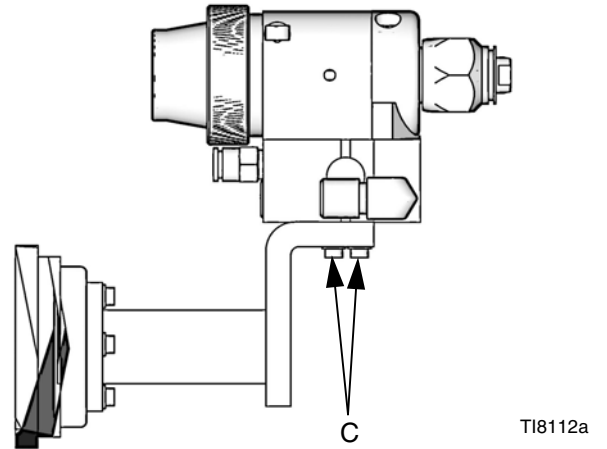

图 4: 固定支持件安装
要将喷枪安装到固定支持件上 (参见图 4 和第 28 页的安装孔布局)：
3. 在喷枪气缸供气管路的空气调节器下游安装一个放气型空气截止阀，以便切断喷枪气缸的供气。将供气管路连接到喷枪气缸的进气口 (C)。参见图 4。
4. 进行喷涂时，在喷枪流体入口 (F) 安装管路流体过滤器 (部件号：210500)，以避免流体中的颗粒物堵塞喷嘴。参见图 4。
5. 将导电性流体软管连接到喷枪的流体入口 (F) 或可选管路过滤器上。